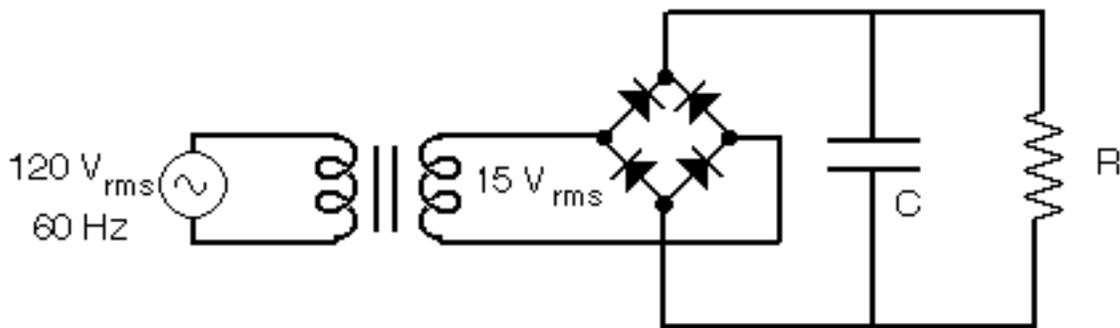

Figura 2. Rectificador de onda completa con filtro capacitivo
4.- En el circuito de la Figura 2, el rectificador de onda completa con filtro capacitivo:
1.- Monte el circuito de la Figura 2 y observe en la pantalla del osciloscopio las formas de onda de voltaje y corriente en el secundario del transformador, en los diodos y en la resistencia de carga, indicando los tiempos de interés. Haga los diagramas en papel milimetrado, identificando voltajes y periodos de tiempo en las curvas dibujadas.